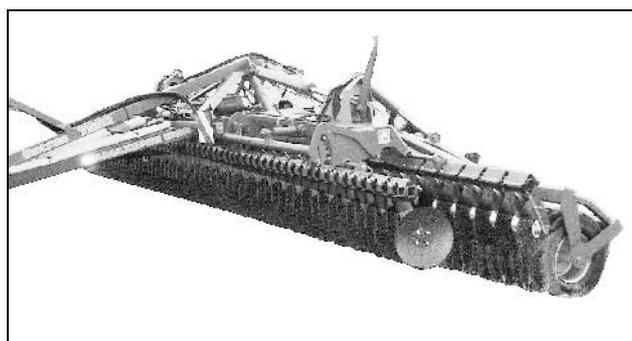

Рис. 41
- Полностью поднимите оба ряда дисков (Рис. 41).